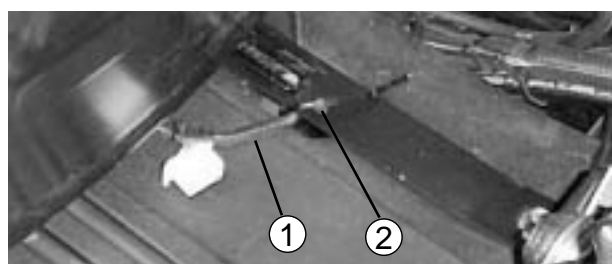

図 7
7. 標準シートでは、座席を一番後ろまでスライドさせ、コードを引いて、使用しない方のコネクタが図7の位置にきたら2本のコードを束ねてストラップの一番後ろの穴に縛りつける（ケーブル・タイはシート・キットに付属）。